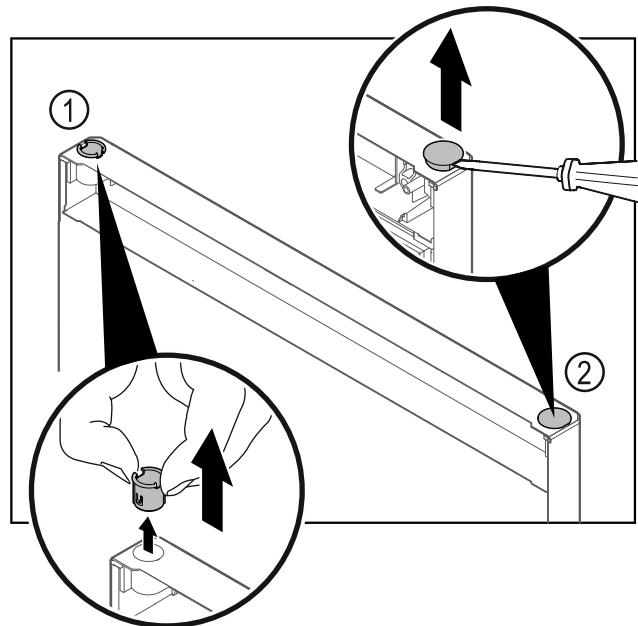

Fig. 23
- Estrarre la boccia cerniera Fig. 23 (1) con le dita.
- Con un cacciavite a testa a intaglio sollevare con cautela il tappo Fig. 23 (2) ed estrarlo.